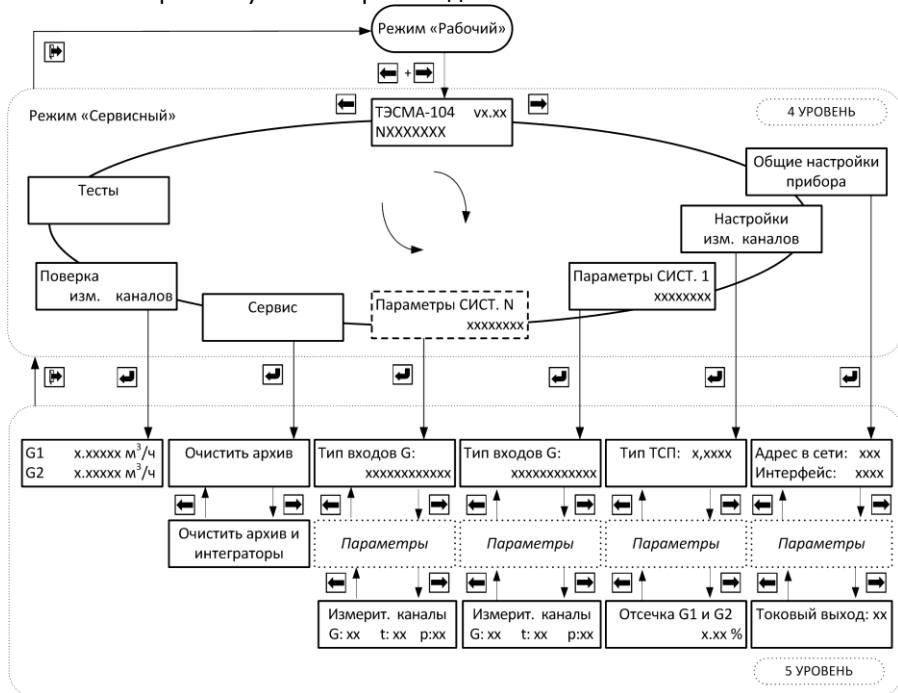

Рис. 9.3 Режим «Сервисный»
9.7.1 Для входа в режим работы теплосчетчика «Сервисный» необходимо, находясь в любом меню режима «Рабочий», **одновременно нажать кнопки «влево» и «вправо»**. Порядок перехода между окнами в режиме «Сервисный» изображен на рис. 9.3.